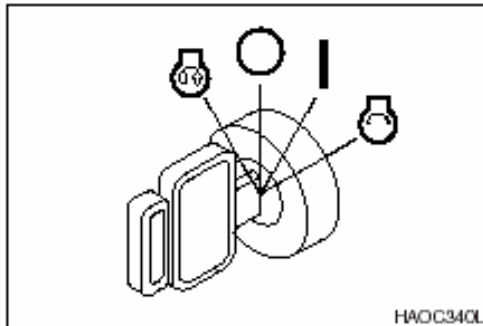

Figura 26
5. Pare el motor girando la llave a la posición "O" (OFF) (Figura 26).